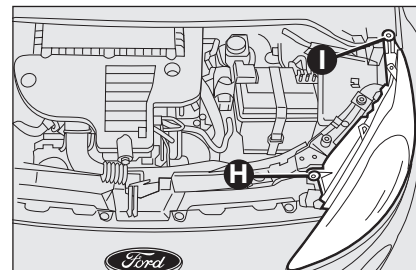

fig. 14
- ☐ después de levantar el capó, desenrosque los tornillos **H y I** ubicados en los puntos mostrados en **fig. 14**;